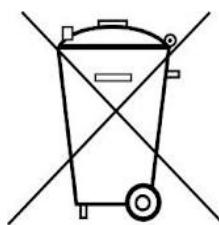

Fig. 2: Experimenteller Aufbau mit dem Kundt'schen Rohr
- Kundt'sches Rohr mit Mikrofonsonden bestücken und aufstellen. (siehe Fig. 2)